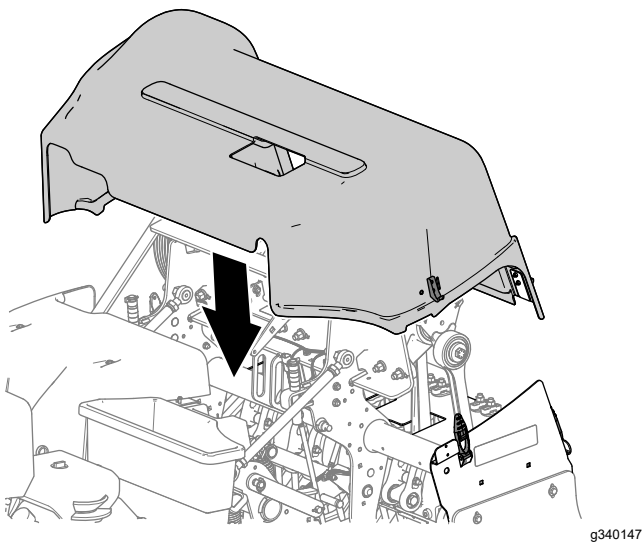

Bild 141
1. Richten Sie die Abdeckung des Aerifizierkopfs, wie in **Bild 141** dargestellt, an der Maschine aus.